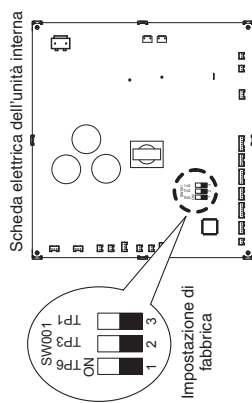

Fig. 10-1
2. Aprire lo sportello della scatola dei componenti elettrici e individuare dove si trova l'interruttore di selezione sulla scheda elettrica dell'unità interna. (Fig. 10-1)